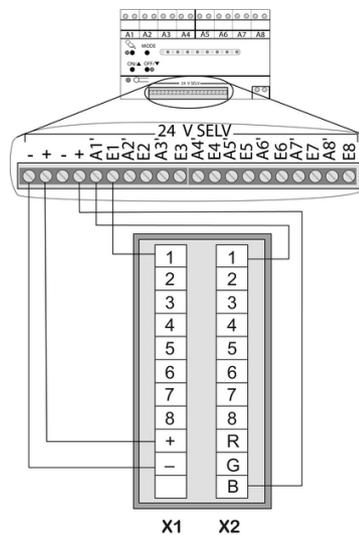
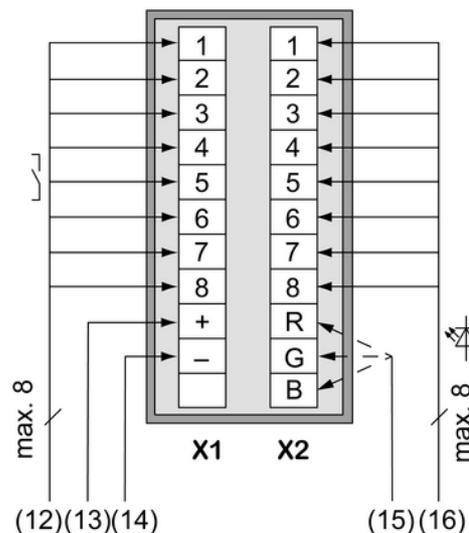

Bild 3: Anschlussbeispiel Kanal 1 mit Status-LED und blauer Betriebs-LED.
Bild 4: Anschlussbeispiel Tastsensor-Modul 4fach
- (6) Tastsensor-Modul
- (7) Abdeckung Beschriftungsfeld
- (8) Befestigungsschrauben, Kunststoff
- (9) Tasten
- (10) Anschlussleitung, max. 19-Adrig
- (11) Dosenschrauben
- Tragring (4) lagerichtig auf eine Gerätedose montieren. Kennzeichnung **TOP** = oben beachten. Ausschließlich beiliegende Dosenschrauben (11) verwenden.
- Rahmen (5) auf Tragring stecken.
- Tastsensor-Modul (6) gemäß Anschlussbeispiel an Relaisstation oder Dimmstation anschließen (Bild 3)(Bild 4).